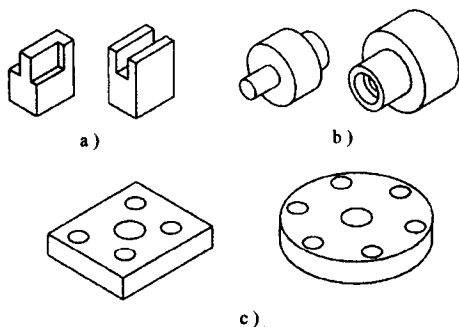

图 1-6 金属切削加工的基本内容
4) 如图 1-6 所示，铣削加工的基本内容大多是直角槽、平面等 (图 1-6a)，车削和磨削加工的对象大多是圆柱形零件的圆柱面和孔 (图 1-6b)；镗削和钻削大多是加工工件上的孔 (图 1-6c)。